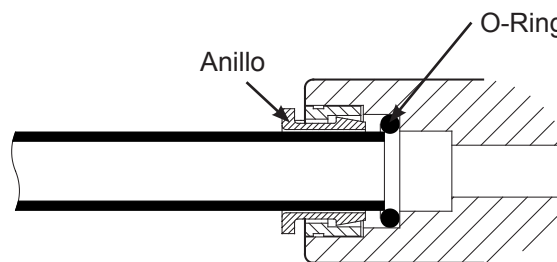
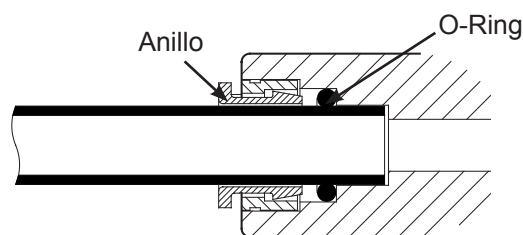

FIG. 16
FIG. 17
1. Introducir el tubo en el racor hasta que penetre en la junta tórica. Seguir presionando hasta que el extremo del tubo se apoye contra el extremo del racor. Cf Fig. 17. El error corriente consiste en dejar de presionar cuando el tubo penetra en la junta tórica. Cuando el tubo de 1/4" (6,35 mm) esté introducido completamente, debe haber penetrado 1,7 cm en el interior del racor. Cuando el tubo de 3/8" (9,5 mm) esté completamente introducido, debe haber penetrado 1,9 cm en el interior del racor. Es posible marcar estas longitudes con ayuda de cinta adhesiva o de un rotulador. Cf Fig. 16 & 17.
7. Introducir correctamente el tubo en el anillo. Cf Fig. 16 y 17.
4. Introducirlo profundamente en el racor del grifo. Es un racor rápido. Cf Fig. 16 y 17.
4. Introducirlo profundamente en el racor rápido con el diámetro apropiado (1/4") denominado «Racor tubos» (Fig. 20). Cf Fig 16 y 17.
6. Cortar uno de los extremos del tubo en ángulo recto e introducirlo en la parte 3/8" del racor tubos. Cf Fig 16 y 17.